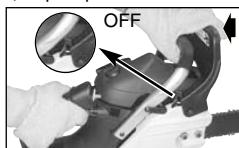

Рис. 7A
1. ТОРМОЗ ЦЕПИ ОТКЛЮЧЕН (цепь может двигаться), когда РУКОЯТКА ТОРМОЗА ОТВЕДЕНА НАЗАД и ЗАФИКСИРОВАНА. Убедитесь, что предохранитель тормозной цепи находится в полож. Выкл. (OFF) (Рис. 7A).